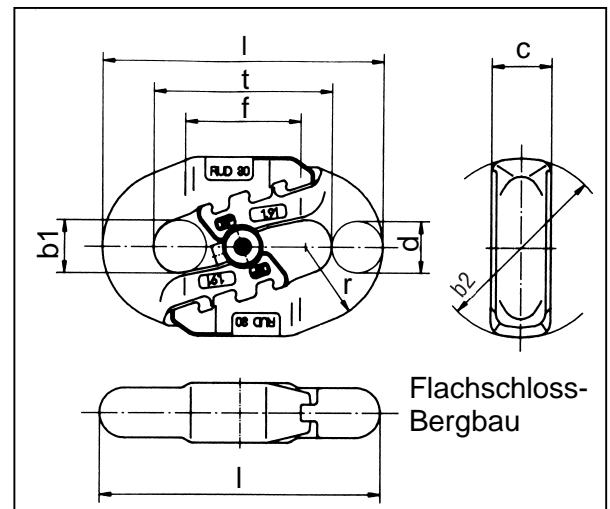

Bild 2
- Maß c von Schloss und Rad auf Passfähigkeit prüfen (Bild 2 und 4).